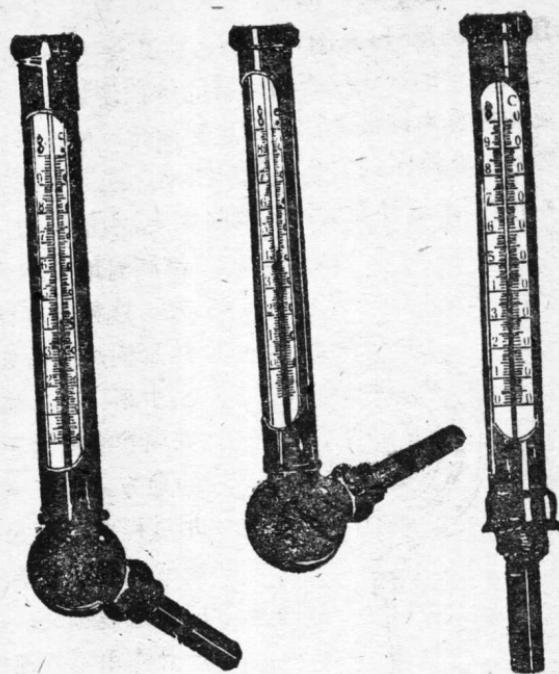
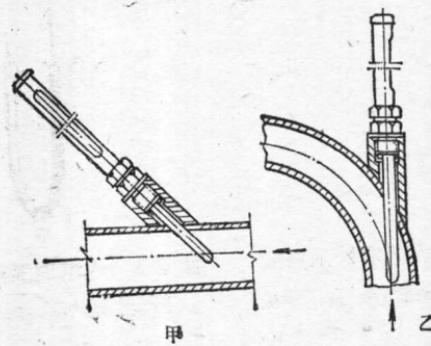

图 1-2 玻璃管温度计(装在金属护套内)
图 1-3 温度计安装
1. 玻璃管温度计(见图1-2) 这种温度计是在密封的真空细玻璃管的下部连有温包，温包内充有水银或酒精等液体；在玻璃管上或固定管子的靠板上划有刻度。因为液体有热胀冷缩的性质，所以当温度一上升，液体便膨胀和升入细管内，温度越高，液体上升也越高，这样就可测出温度值。这种温度计的测温范围一般在 $-50 \sim +500^{\circ}\text{C}$ ，价钱便宜，使用简单，相当准确；但容易损坏，测量高温时误差较大。这种温度计可测量水温、气温和烟气温度等。为了正确地测量介质温度，对于装在测温套内的温度计，应在温度计周围填充铜屑或注入油类，以减少热阻；温度计不能装于滞流部位(如管道端头的死角处)；并按图1-3所示，使温度计的敏感元件——温包，逆向流体方向和使其处于管道中心线上。